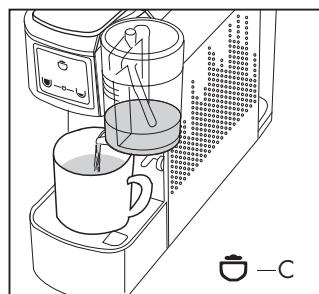

Fig. 14
- Premere il tasto (C) ; la macchina erogherà la crema di latte. (Fig. 14)
- Riempire il bicchiere (13) con la quantità di latte desiderata, premere e tenere premuto il tasto (C)  per regolare l'erogazione del latte per il cappuccino, rilasciare il tasto quando si è raggiunta la quantità desiderata, in questo modo la dose viene memorizzata per le successive erogazioni (Fig. 14)